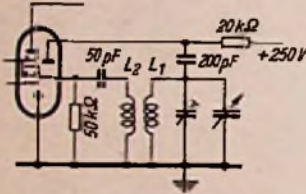
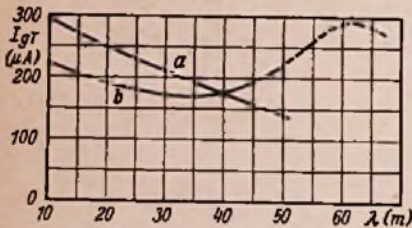

Bild 1. Übliche Oszillatorschaltung für den Kurzwellenbereich
Bild 2. Abhängigkeit des Oszillatorkitterstromes von der Wellenlänge
Bild 1 zeigt die übliche Oszillatorschaltung. Bei 6 MHz beträgt der Resonanzwiderstand des Oszillatorkreises etwa 5 kΩ, während er bei 20 MHz bis auf etwa 15 kΩ ansteigt. Die üblichen Mischröhren benötigen für größte Mischsteilheit und geringstes Rauschen eine Oszillatorspannung ($I_{gr} \times R_{kT}$) von etwa 10 V, also bei
- a) für die Schaltung nach Bild 1 (Schwankung + 45% bis -30% vom Sollwert 200 µA)
$R_{kT} = 50 \text{ k}\Omega$ einen Gitterstrom von $I_{gr} = 200 \text{ }\mu\text{A}$. Bei der in Bild 1 dargestellten Schaltung erfordert dies eine sehr feste Rückkopplung. Deshalb wird meist die Windungszahl der Rückkopplungsspule ebenso groß gemacht wie die der Schwingkreisspule. Trotzdem bleibt der Gitterstrom bei 6 MHz noch erheblich unter dem günstigsten Wert, so daß die Mischsteilheit absinkt, das Rauschen steigt und der Anodenstrom der Oszillatortriode in vielen Fällen den mit Rücksicht auf die Lebensdauer zulässigen Höchstwert von etwa 6 mA überschreitet. Andererseits ist die Rückkopplung dann am kurzwelligen Ende (20 MHz) zu fest, so daß die Gefahr des Überschwingens (periodisches Aussetzen des Oszillators durch Auftreten von Kipp-schwingungen) besteht und der Gitterableitwiderstand verringert werden muß. Eine zu große Oszillatoramplitude hat außerdem vermehrte Pfeifstellen zur Folge. Durch die feste Rückkopplung wird die Änderung der Gitter-Katodenkapazität, die beim Regelvorgang auftritt, praktisch in ihrer vollen Größe auf den Schwingungskreis übertragen, so daß der Schwundausgleich mit einer erheblichen Frequenzverwerfung (meist mehrere kHz am kurzwelligen Ende) verknüpft ist, wenn man nicht auf eine Regelung der Mischröhre im Kurzwellenbereich verzichtet. Es ist schwer, einen günstigen Kompromiß zu finden und wie Kurve a in Bild 2 zeigt, ist auch hierbei noch die Änderung der Oszillatoramplitude etwa 1 : 2.
Eine Schaltung, die die beschriebenen Nachteile nicht aufweist, ist in Bild 3 dargestellt. Die Rückkopplungsspule liegt nicht direkt am Gitter, sondern es ist der Serienresonanzkreis L_3, C dazwischen geschaltet. Seine Resonanzfrequenz liegt etwas unter der niedrigsten Frequenz des Empfangsbereichs, also bei 4,75 MHz bzw. 63 m, wenn der Empfangsbereich bis 6 MHz bzw. 50 m reicht. Am kurzwelligen Ende, bei 20...25 MHz, ist der Serienkreis praktisch unwirksam, so daß nun die Rückkopplung nur so fest gemacht zu werden braucht, wie es für eine ausreichende Amplitude notwendig ist, d. h. man benötigt nur halb so viel Rückkopplungswindungen wie in der Schaltung nach Bild 1. Der Abfall der Amplitude nach längeren Wellen zu wird dadurch vermieden, daß bei Annäherung an die Resonanzfrequenz von L_3, C an L_3 eine überhöhte Spannung auftritt. Die Kurve b in Bild 2 zeigt den bei dieser Schaltung beobachteten Verlauf des Oszillatorkitterstromes. Sie liegt dicht bei dem Sollwert von 200 µA; die Schwankung von etwa 20% ist praktisch bedeutungslos. Ein Vergleich der Kurven a und b zeigt die beträchtliche Verbesserung, die nur eine zusätzliche Spule und einen Kondensator er-
Die Spule L_3 soll möglichst wenig mit L_1 und L_2 gekoppelt sein, man kann sie aber trotzdem ohne Bedenken auf denselben Spulenkörper wickeln. Wenn man die Induktivität von L_3 nicht ausreichend genau vorausbestimmen kann, ist es zweckmäßig, für C einen Trimmer zu benutzen, den man so einregelt, daß das in Bild 2 gestrichelt gezeichnete deutliche Maximum des Gitterstroms bei etwa 4,75 MHz, d. h. 63 m, auftritt. Die Rückkopplungsspule L_2 wird so bemessen, daß bei etwa 20 MHz, d. h. bei 15 m, der Gitterstrom den Sollwert von 200 µA erreicht. Alle genannten Frequenzen sind Empfangsfrequenzen. Die Oszillatorfrequenzen liegen um den Betrag der Zwischenfrequenz höher.